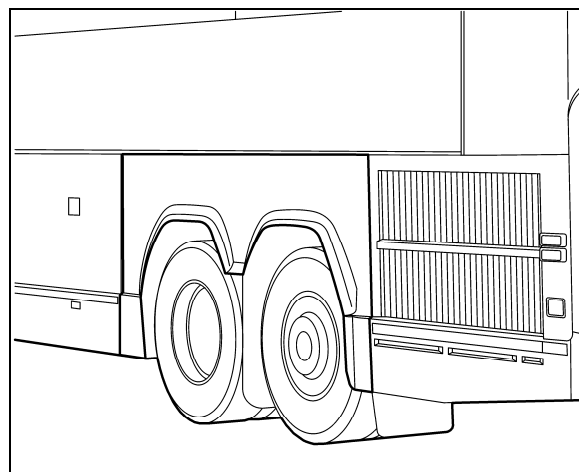

FIGURE 19 : AILE ARRIÈRE GAUCHE
5. Démontez l'aile arrière gauche (Figure 19).